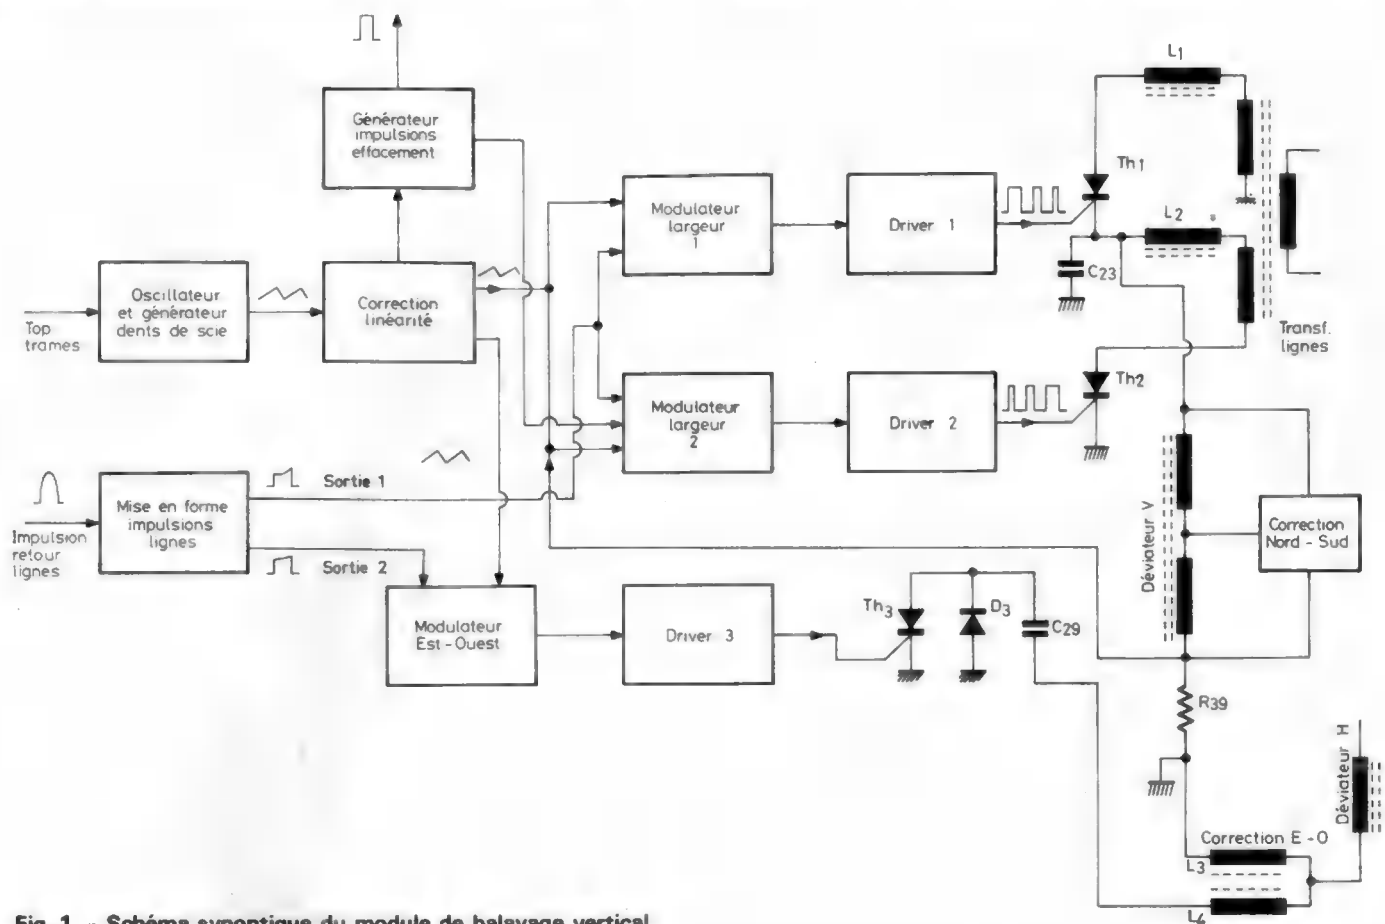

Fig. 1. - Schéma synoptique du module de balayage vertical.
**L**E schéma fonctionnel de la figure 1 représente l'ensemble de balayage vertical du téléviseur « Atlanta », réuni, sauf le transformateur lignes et les déviateurs, sur la platine du module correspondant. L'oscillateur et le générateur fournissent une tension en dents de scie à la fréquence trames, qui est d'abord appliquée à un étage correcteur de linéarité, puis, à